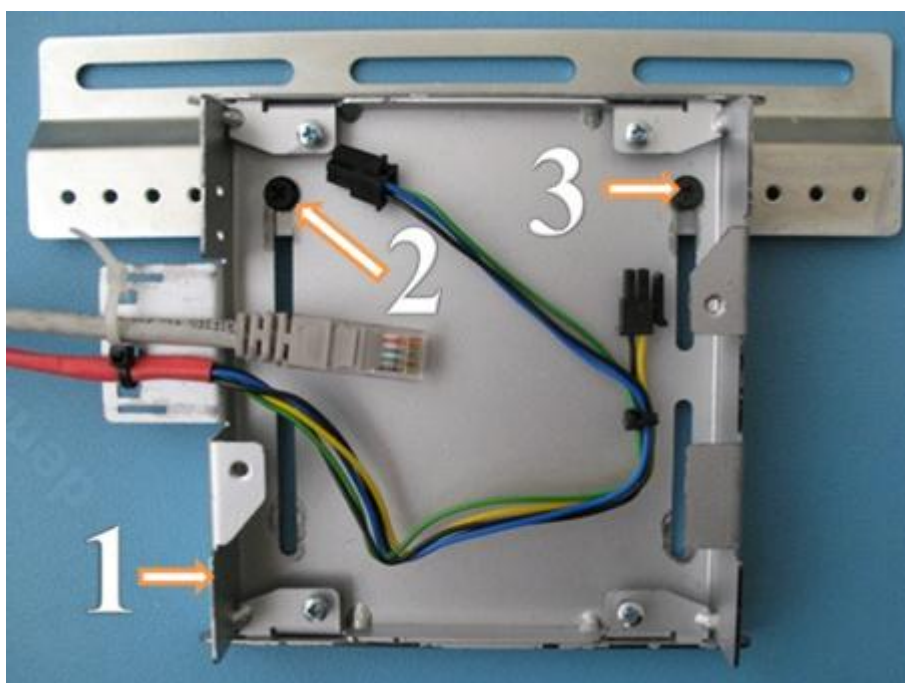
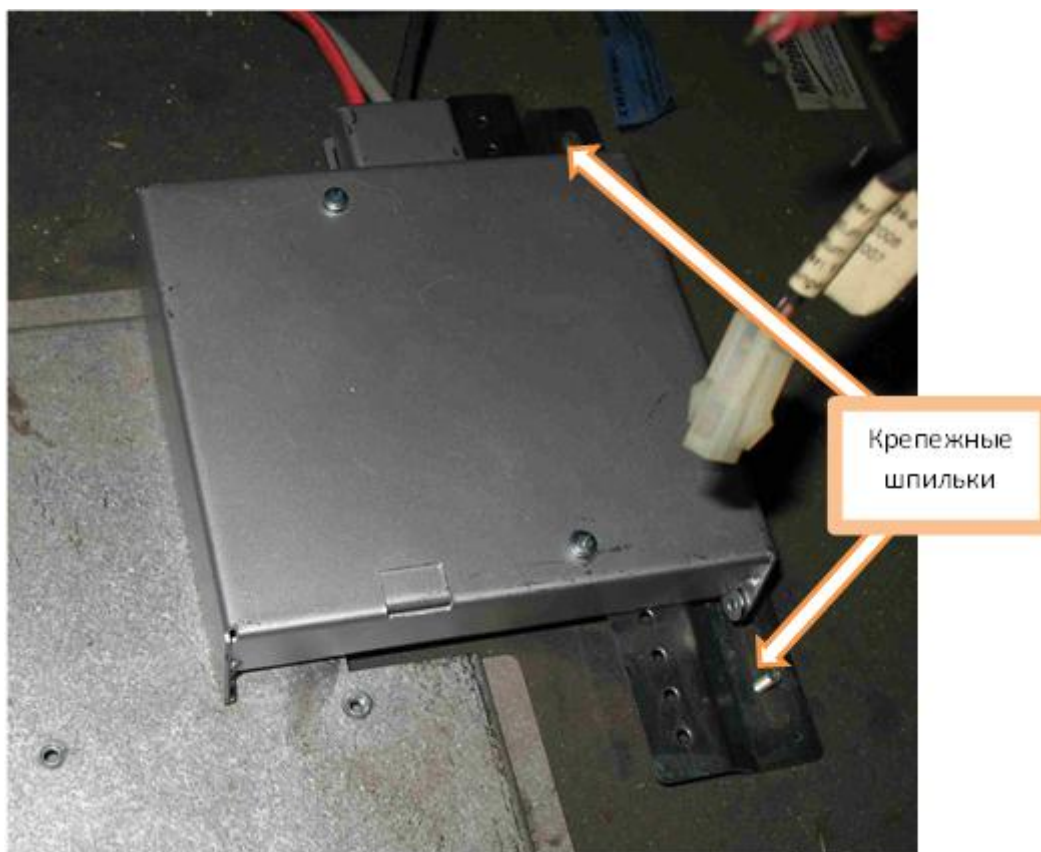

Рисунок 3.2.1 Установка кронштейна платформы КИА
Рисунок 3.3.2 – Закреплённый КИА в ИА
Кронштейн крепления платформы КИА (Рисунок 2.1.3) прикрепить к основанию платформы КИА (1, Рисунок 3.2.1) с помощью саморезов (2,3, Рисунок 3.2.1).
1. Закрепить на шпильки основания ИА (Рисунок 3.3.2) платформу КИА (Рисунок 3.2.1), установленную на кронштейн.